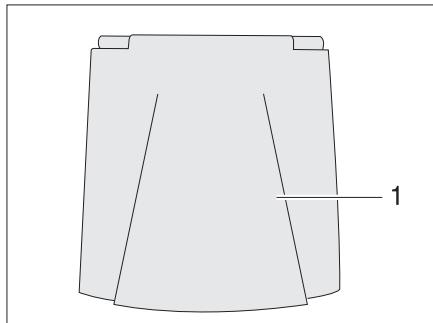

Fig. 34 Sportello esterno collegamento a 230 V
**Apertura:** ■ Sollevare lo sportello esterno (Fig. 34,1).
**Chiusura:** ■ Abbassare lo sportello esterno (Fig. 34,1) e chiuderlo premendo.